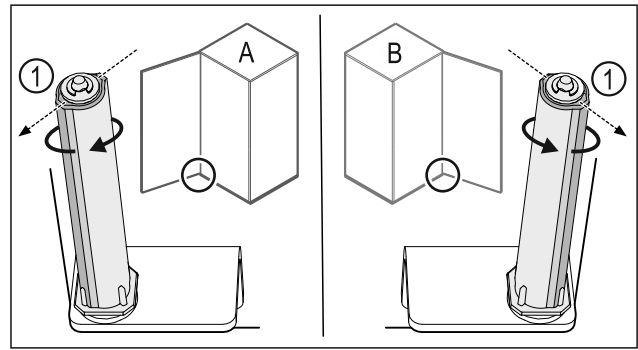

Fig. 26 Bal oldali ütköző (A) / Jobb oldali ütköző (B)
- Forgassa el a zárrendszert az ellenállással szemben, amíg a zárrendszer Fig. 26 (1) támasztója kifelé nem mutat.